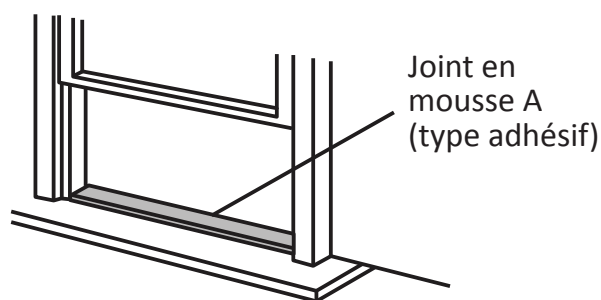

Fig.8
1. Coupez le joint en mousse (type adhésif) à la longueur appropriée puis collez-le sur le cadre de la fenêtre. Fig. 8